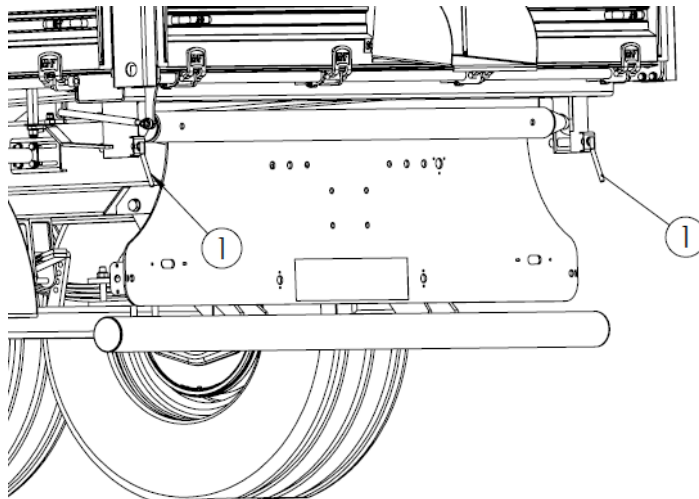

Abbildung 17. Sicherungsbolzen
- den Bolzen, der den Kasten mit dem Fahrgestellrahmen verbindet, aus der Öffnung herausziehen (Abb. 17)
- Beim Entladen nach hinten sind die Bolzen (Abb. 17) in den hinteren Buchsen des Ladekastens zu belassen;